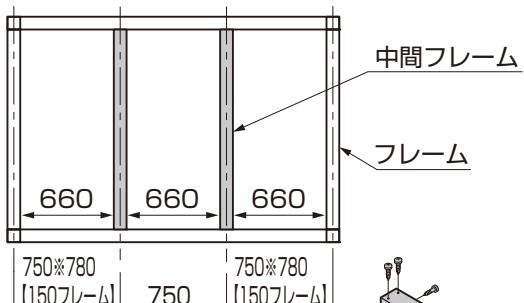

図5-7
- 中間フレームのピッチが750mmになっていることを確認してください。(図5-7参照)
②フレーム固定ネジ「 ϕ 5×16ナベドリルネジ」を取り外して【3-8】を取付けて再度フレームに固定してください。